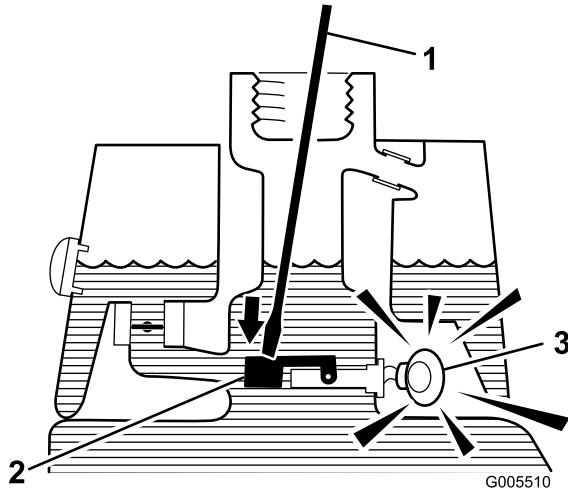

図 30
3. 汚れのない棒やドライバを差し込んで、フロートを軽く押さえてやる(図30)。1秒後にアラームが鳴れば正常である。